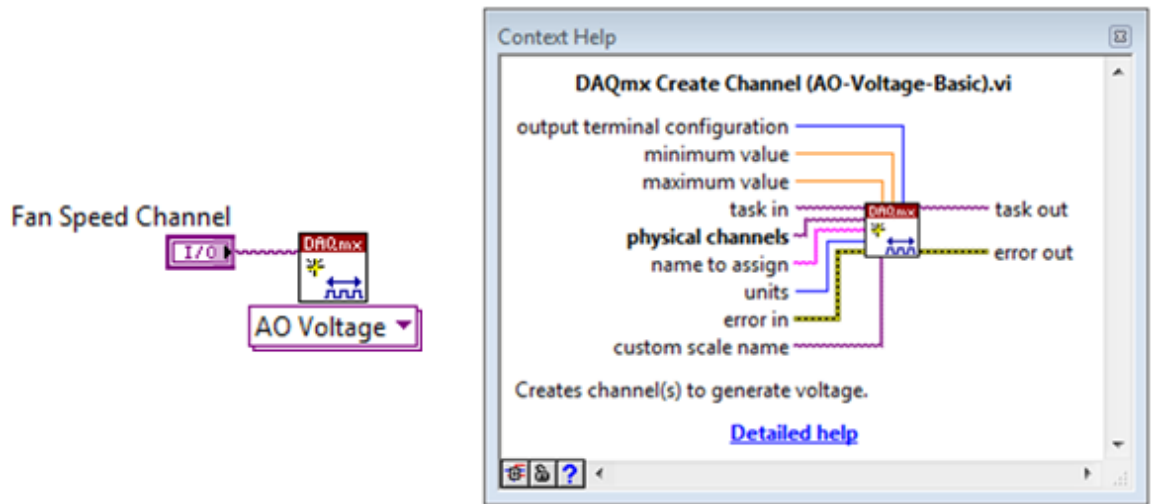

Figura 26. Neste caso, a única coisa que você precisa conectar é a entrada do canal à entrada dos canais físicos.
6. Conecte o VI conforme ilustrado na figura 26.